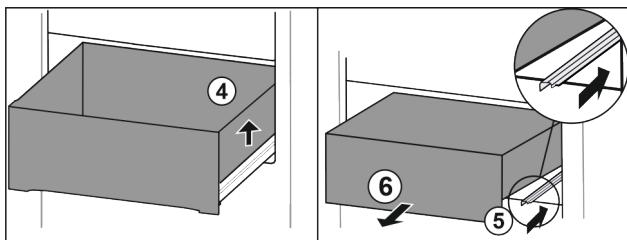

Fig. 16
- Приподнимите выдвижной ящик справа. Fig. 16 (4)
- Вставьте правую направляющую. Fig. 16 (5)
- Извлеките выдвижной ящик движением вперед. Fig. 16 (6)